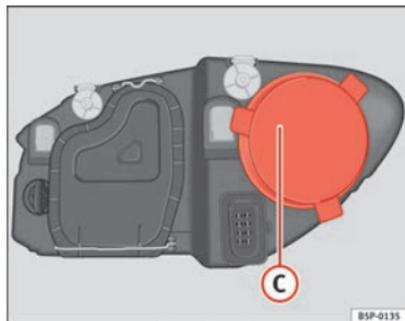

Fig. 166 Máximos
- Retirar a tampa ⇒ Fig. 166 1, puxando-a.